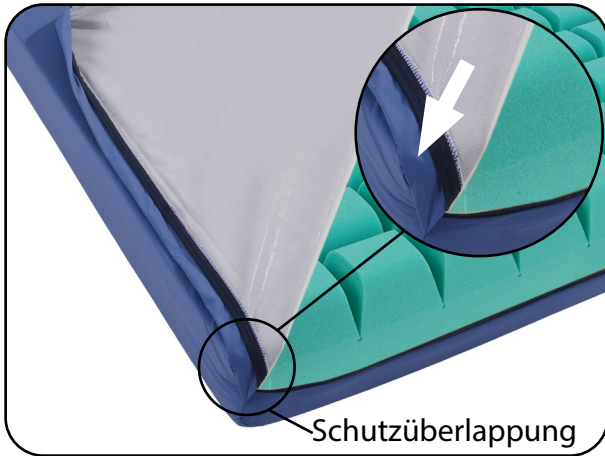

Abb. 6.1.02 - Schutzüberlappung Reißverschluss
- Achten Sie darauf, dass die Schutzüberlappung des Reißverschlusses von oben nach unten verläuft, d.h. Flüssigkeiten dürfen nicht von oben durch den Reißverschluss in die Matratzenhülle eindringen können (Abb. 6.1.02).